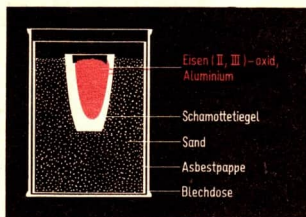

Abb. 54 Apparatur, mit der die Redoxreaktion zwischen Eisen(II,III)-oxid und Aluminium experimentell untersucht wird
49 ▼ **Vorsicht!** Ein kleiner Tiegel aus Schamotte wird in trockenen Sand gedrückt und mit einem Gemisch aus Eisen(II,III)-oxid und Aluminium gefüllt. Mit einem speziellen Zündmittel wird das Gemisch entzündet. Nach Beendigung der Reaktion läßt man den Tiegel abkühlen (Abb. 54). ④ ⑤
- ① Bestimme die Teilreaktionen Reduktion und Oxydation in den Redoxreaktionen a) von Experiment 47; b) von Experiment 48! (↗ S. 77)
- ② Bestimme bei den Redoxreaktionen der Experimente 44 ... 46 (↗ S. 74) das Reduktionsmittel und das Oxydationsmittel!
- ③ Beschreibe alle in den Lehrbuchabschnitten 31 und 32 (↗ S. 74 ... 78) behandelten Reaktionen, indem du die Wirkungsweise und Veränderungen der Oxydationsmittel und der Reduktionsmittel jeweils mit Hilfe der Verben „oxydieren“ und „reduzieren“ angibst!
- ④ Erläutere die chemische Reaktion zwischen Eisen(II,III)-oxid und Aluminium! Beschreibe die Teilreaktionen! Kennzeichne das Reduktionsmittel und das Oxydationsmittel!
- ⑤ 40 g Eisen(II,III)-oxid sollen durch Aluminium reduziert werden. a) Wieviel Gramm Aluminium sind mit dem Eisen(II,III)-oxid zu mischen, damit beide Ausgangsstoffe vollständig reagieren? b) Wieviel Gramm Eisen entstehen?